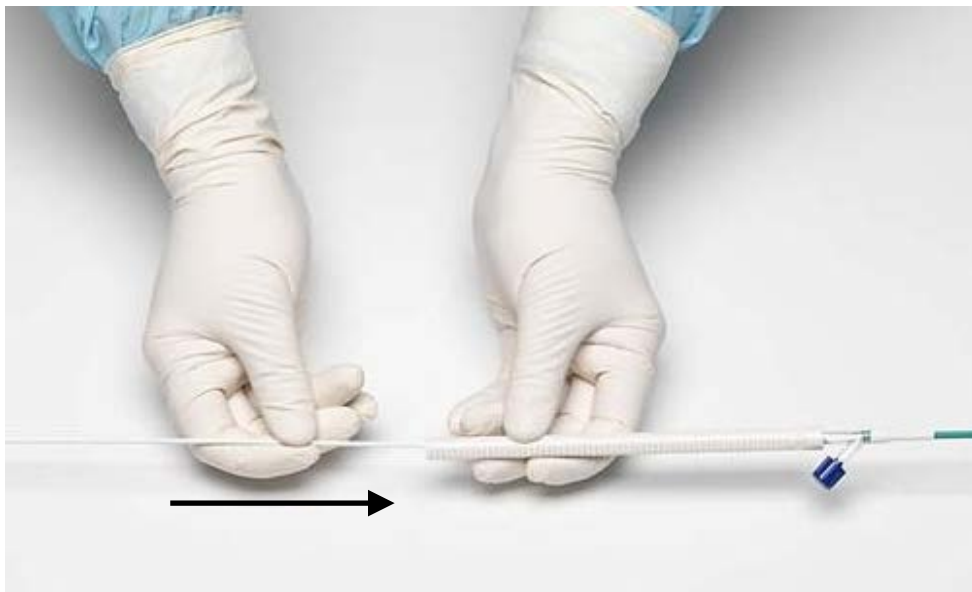

Figura 4.2: Adelantando el Implante hacia el Catéter de Entrega
- b. Adelantar el implante hacia afuera del cartucho y hacia adentro del catéter de entrega adelantando manualmente el conjunto de funda/émbolo del extremo proximal del cartucho. Presionar realizando pequeños incrementos para que no se pliegue el conjunto de funda/émbolo (Figura 4.2). Continuar adelantando el conjunto de funda/émbolo hasta que se unan el mango y el cartucho.